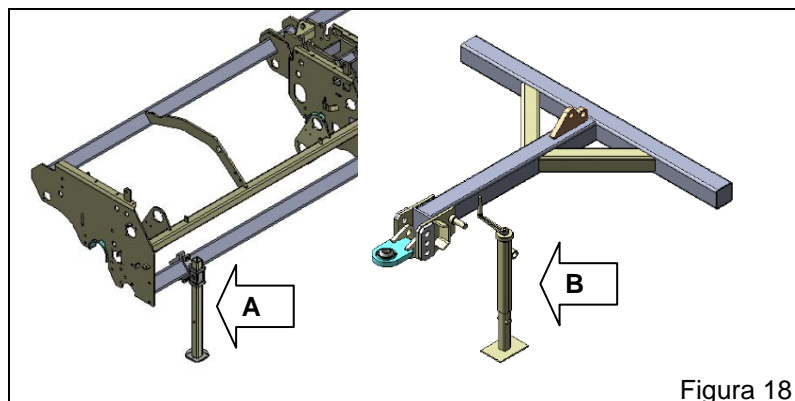

Figura 18
Para efetuar o acoplamento da plantadora ao trator, é necessário que os pés de apoio “A” e o levante mecânico “B” (Figura 18) estejam fixos e apoiados ao solo.
- Nivele o cabeçalho da plantadora em relação a barra de engate do trator, utilizando o regulador do cabeçalho “A” (Figura 03) e o levante mecânico “B” (Figura 18).